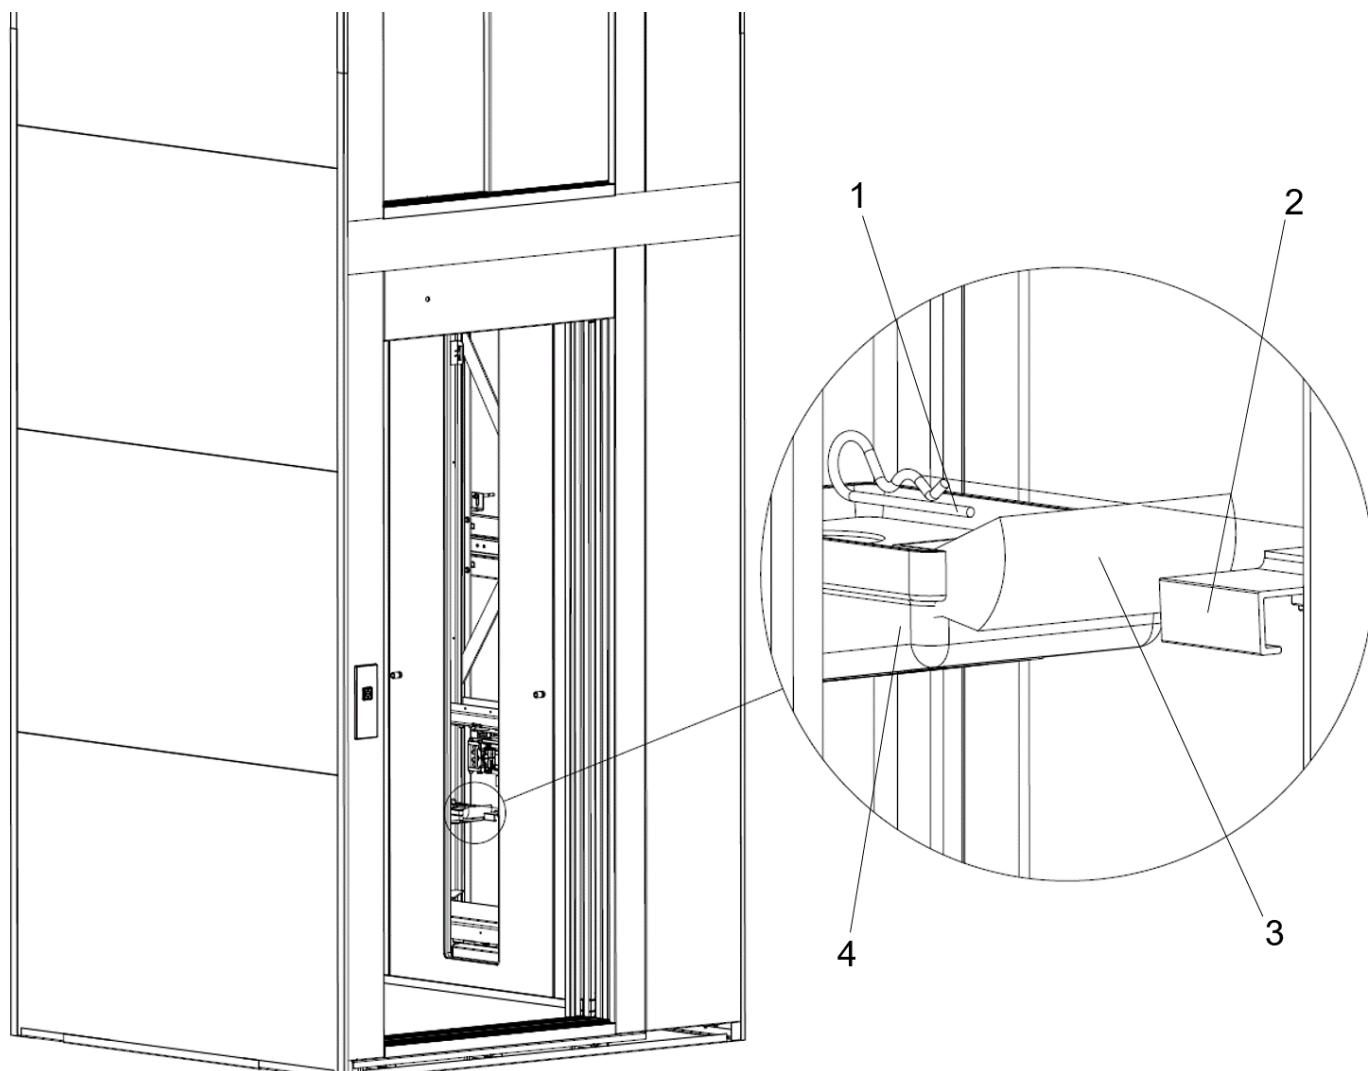

Fig. 27 Fyldning af oliebeholderen med olie
3. Fjern splitten (1), som holder oliebeholderen (4) i holderen (2) og fjern beholderen, se Fig. 27.